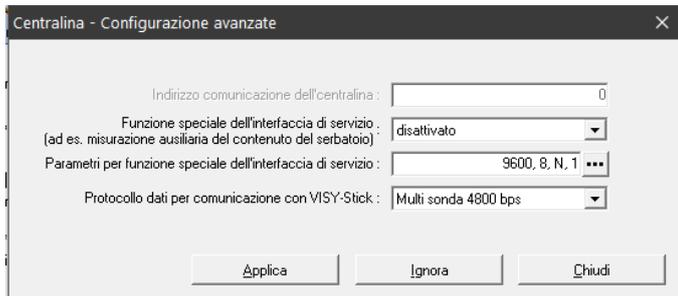
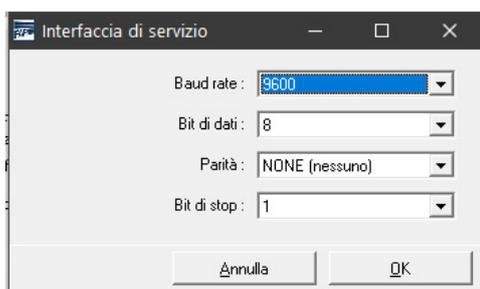

Figura 8: Centralina – Configurazione avanzata
Figura 9: parametri di trasmissione dati dell'interfaccia di servizio
- **Parametri per funzione speciale dell'interfaccia di servizio** Con un clic sul pulsante "...” (vedi Figura 8), sarà possibile modificare i parametri di trasmissione dati dell'interfaccia di servizio (vedi Figura 9). Ad impostazione effettuata, i valori andranno salvati con "OK".